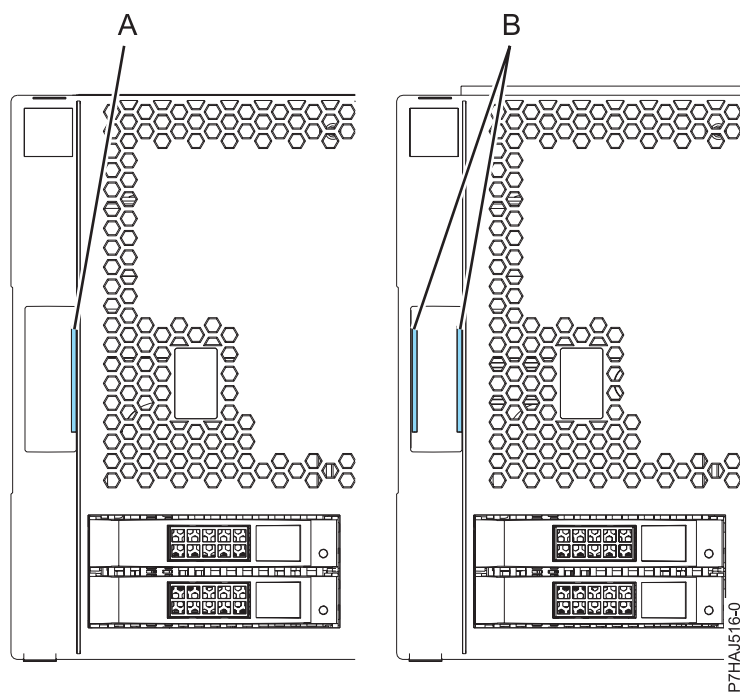

図 21. 古いカバーと新しいカバーの識別
注: 2011 年 3 月 1 日より前に出荷された古いカバーは、カバー・アセンブリー・ラッチ上の 1 本の青色ストライプ (A) で識別できます。2011 年 3 月 1 日以降に出荷される新しいカバーには、カバー・アセンブリー・ラッチ上に 2 本の青色ストライプ (B) が付いています。図 21 を参照してください。